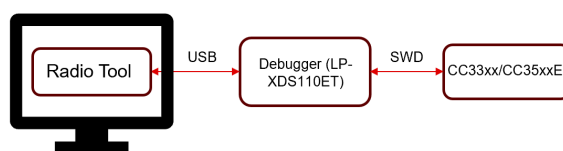
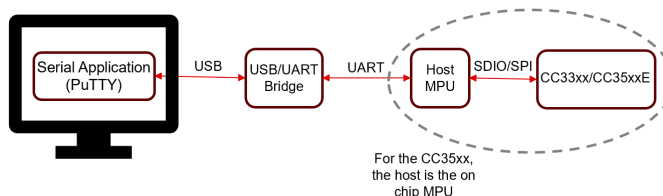

图 1-1. Radio Tool 的布线设置
图 1-2. Calibrator Tool 的布线设置
- VSA/VSG (例如 LitePoint)。可使用频谱分析仪 (SA) 进行 TX 测量，但可能会导致错误解读 TX 功率测量结果 (请参阅故障排除/常见问题解答部分)
- 必要的布线 (请参阅图 1-1 和 图 1-2)